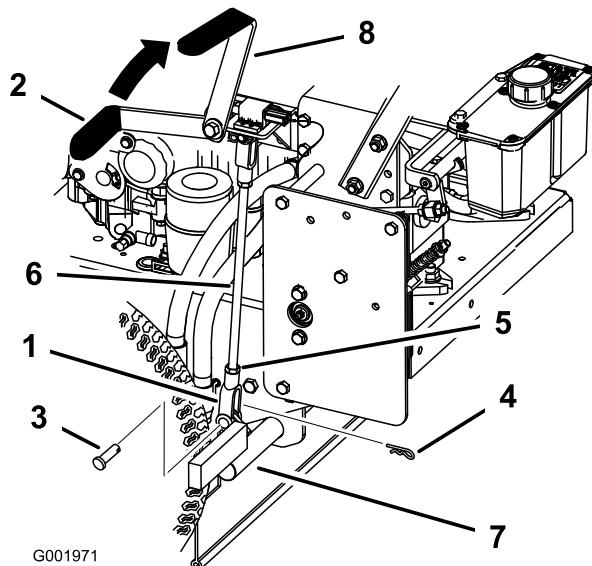

Figura 61
5. Afloje las contratuerzas superior e inferior (Figura 61).
6. Para ajustar el freno, retire el pasador de horquilla y el pasador de la palanca de freno inferior (Figura 61).
7. Gire la varilla del freno en las horquillas. Para apretar el freno, aumenta la distancia entre las horquillas. Para aflojar el freno, reduzca la distancia entre las horquillas (Figura 61).
8. Fije la horquilla a la palanca de freno inferior con el pasador de horquilla y el pasador (Figura 61).
9. Apriete las contratuerzas superior e inferior (Figura 61).